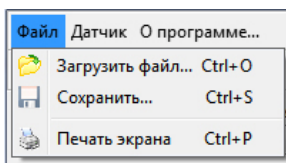

Рисунок 2.
- «Файл» – содержит набор команд, связанных с операциями над файлами измерений (рисунок 2).